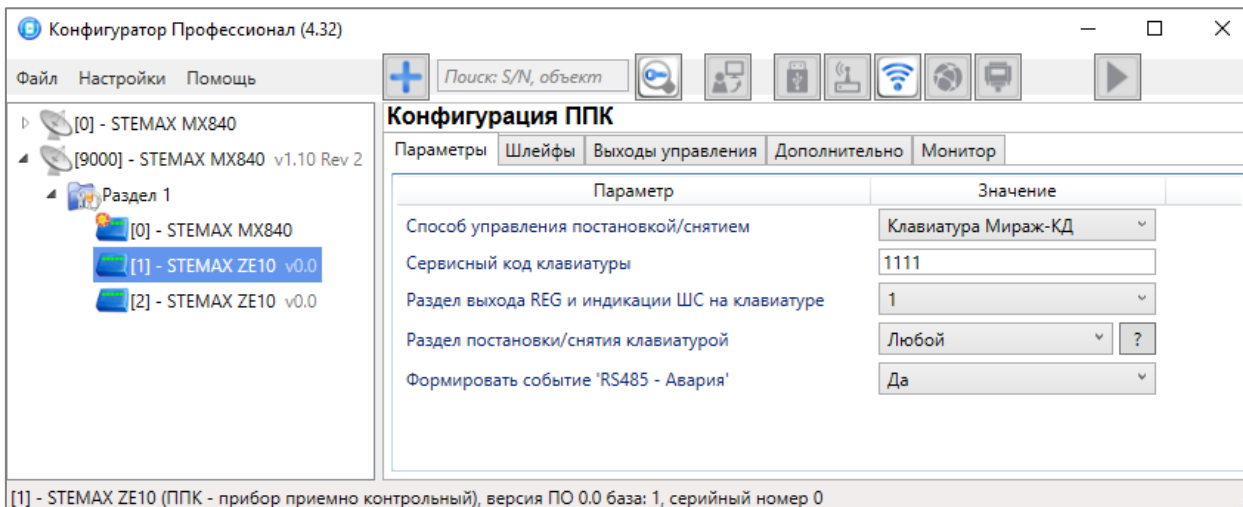

Рисунок 4.4 — Конфигурация СКП, вкладка *Параметры*
- *Клавиатура Мираж-КД*: подключение кодовой панели серии Мираж-КД, производства НПП "Стелс" (см. рисунок 4.4).